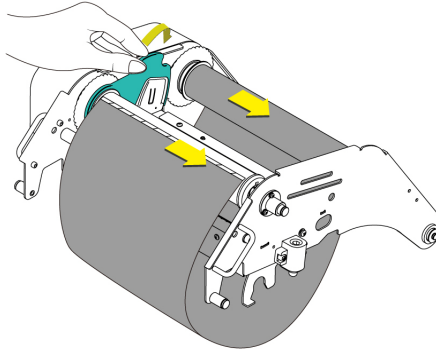

图 2.5.3
- 3) 将碳带从打印头组件下方绕过，粘在空碳带轴上，拨动碳带回收轴拨轮，使碳带绷紧，并将碳带识别卡旋转到位(如图2.5.3)；